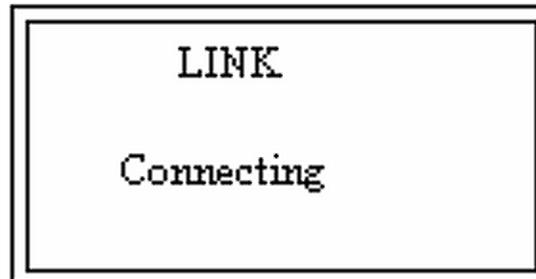

Abbildung 2-25 Verbindungs-Bildschirm
8. Drücken von **Enter** und der *Verbindungs-* Bildschirm erscheint (Abbildung 2-25) für eine bis drei Sekunden. Dann erscheint wieder der *Haupt-* Bildschirm.